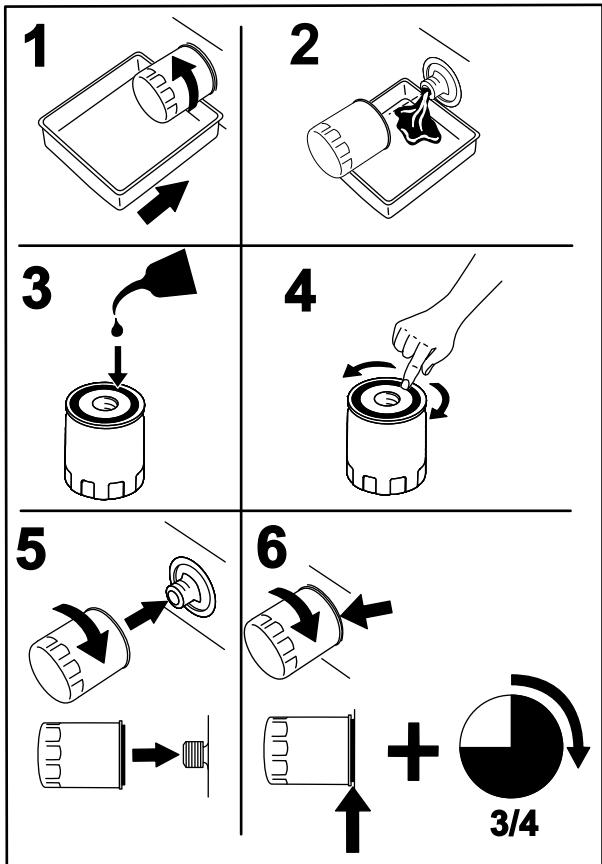

Bild 42
2. Wechseln Sie den MotorölfILTER (Bild 42).